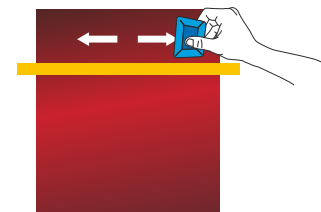

Figure04
- Commencer le collage du film avec une raclette (préalablement recouverte de feutrine) formant un angle à 45° et un sens d'application du centre vers les bords. (FIG. 04)